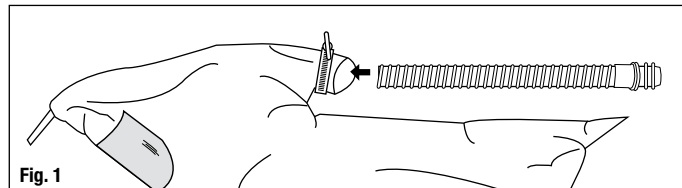

Fig. 1
- Coloque la prensa de tornillo alrededor de la entrada de aire de la capucha y el adaptador de inserto (Fig. 1).